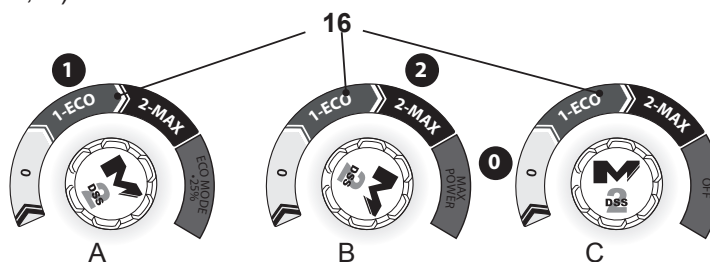

Fig. 18
1. Coloque o botão liga / desliga (16) na posição “1” para ligar o produto e trabalhar em **MODO ECO** (baixa velocidade) (Fig. 18, A). O MODO ECO pode economizar até 25% no consumo de energia.
2. Coloque o botão liga / desliga (16) na posição “2” para ligar o produto e trabalhar com **MAX POWER** (alta velocidade) (Fig. 18, B).
3. Coloque o botão liga / desliga (16) na posição “0” para desligar o produto (Fig. 18, C).